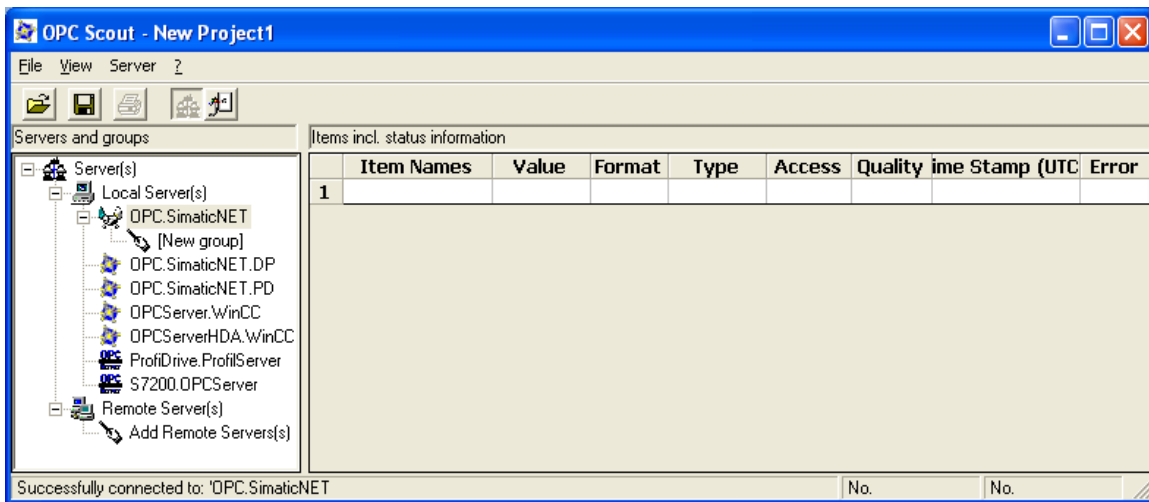
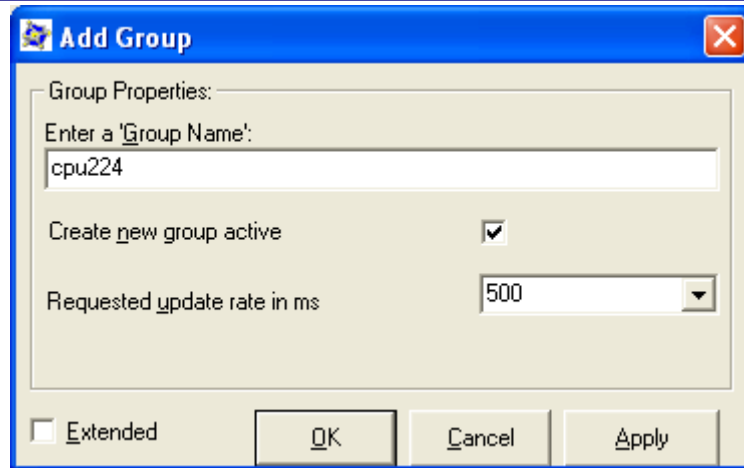

图 20
图 21
1. 打开 Start > Simatic > Simatic Net > OPC Scout, 点击“OPC.Simatic.NET”, 添加一个组, 为此组取名为 cpu224, 如图 20、图 21